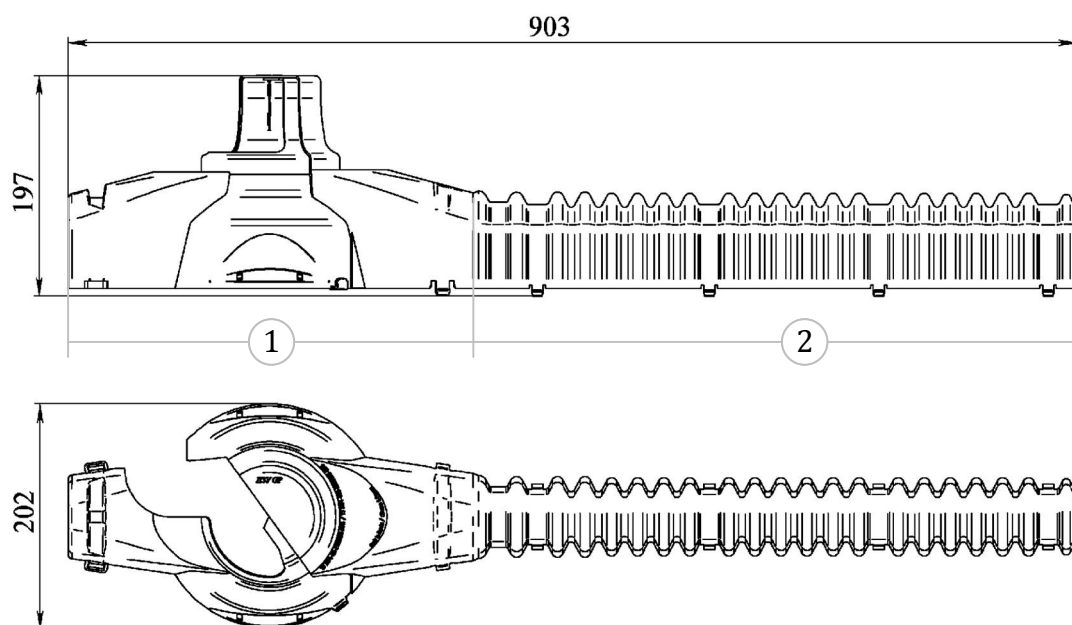

Рис. 5. Габариты ПЗУ-ГР, ПЗУ-ГР-SC
2.1. ПЗУ-ГР, ПЗУ-ГР-d46, ПЗУ-ГР-d80, ПЗУ-ГР-SC в сборе содержат два конструктивно одинаковых элемента (рис. 5, 6, 7). Каждый элемент содержит головную часть (поз. 1, рис. 5) и гофрорукав (поз. 2, рис. 5).